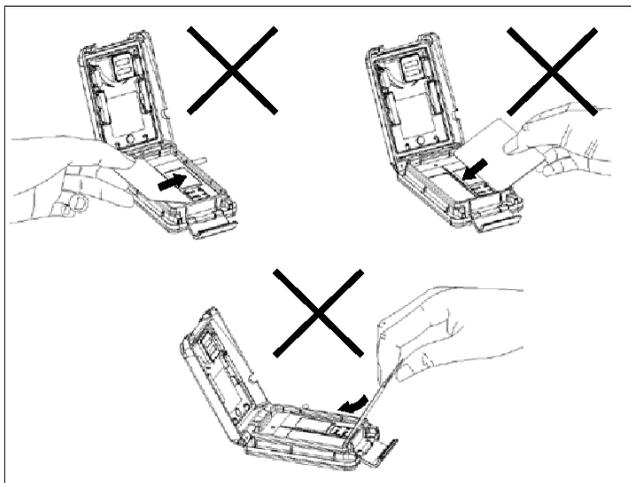

図1
- ◆ カード挿入時は、図1のようにICカードコネクタ付近を擦るように挿入すると、ICカードコネクタピンを破損する恐れがありますので、図2のようにカードを置くような感じで挿入してください。